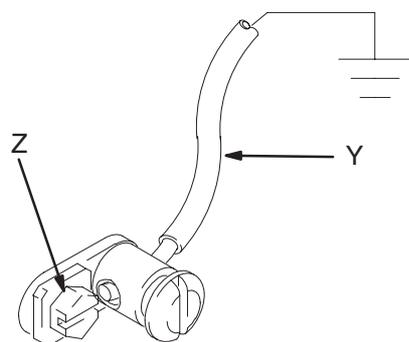

Fig. 1
1. *Pompes King*: utiliser un fil et une pince de terre. Voir la Fig. 1. Enlever la vis de terre (Z) et l'introduire dans l'œil de la cosse située à l'extrémité du fil de terre (Y). Réfixer la vis de terre sur la pompe et bien serrer. Brancher l'autre extrémité du fil sur une véritable terre. Pour commander le fil et la pince de terre, indiquer la réf. 222011.